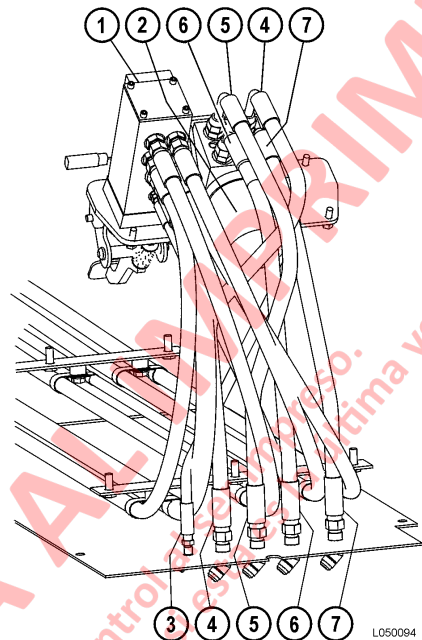

FIGURA 5-2. UNIDAD DE CONTROL DE DIRECCIÓN
3. Etiquete las mangueras hidráulicas para poder identificarlas correctamente al instalarlas. Desconecte las mangueras hidráulicas (vea la Figura 5-2) en la unidad de control de la dirección y tápelas.
4. Apriete todos los tornillos al torque estándar. Destape y conecte las mangueras hidráulicas a sus puertos correspondientes en la unidad de control de dirección. Consulte la Figura 5-2.